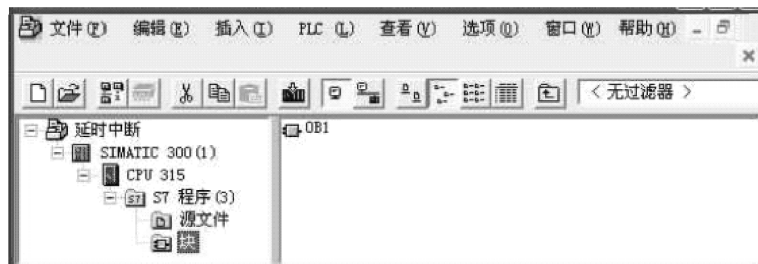
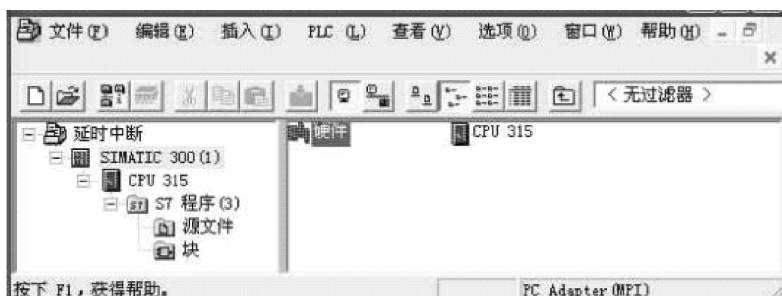

图 5-37 建立完整的项目目录
图 5-38 完成的硬件组态
1) 首先建立完整的项目目录，如图 5-37 所示，再完成硬件组态并编译保存，如图 5-38 所示。